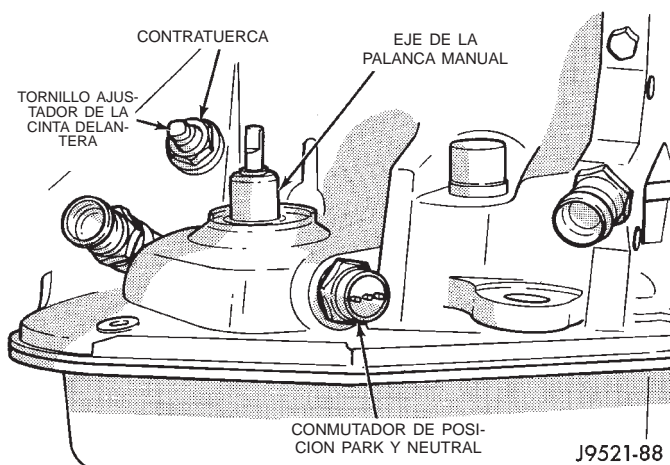

Fig. 179 Localización del tornillo de ajuste de la cinta delantera
(1) Eleve el vehículo.
(2) Afloje la contratuerca del tornillo de ajuste de la cinta (Fig. 179). Luego retroceda la contratuerca de 3 a 5 vueltas. Asegúrese de que el tornillo de ajuste gire libremente en la caja. Aplique lubricante en las roscas del tornillo si fuera necesario.
(3) Apriete el tornillo de ajuste de la cinta con una torsión de 8 N·m (72 lbs. pulg.) con una llave de tensión de libras pulgada C-3380-A, un prolongador de 7,6 cm (3 pulg.) y un casquillo de acoplo de 5/16.